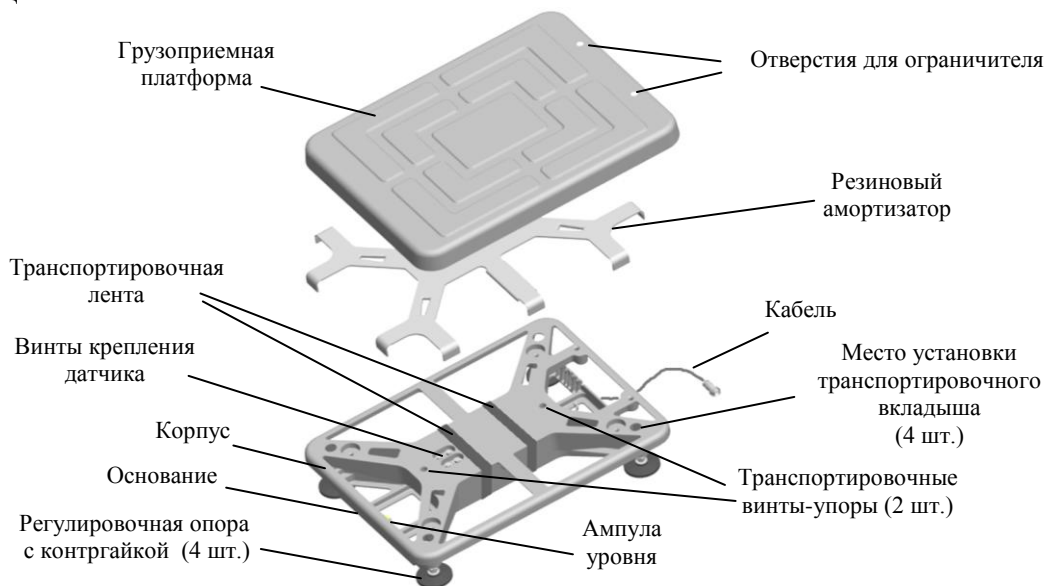
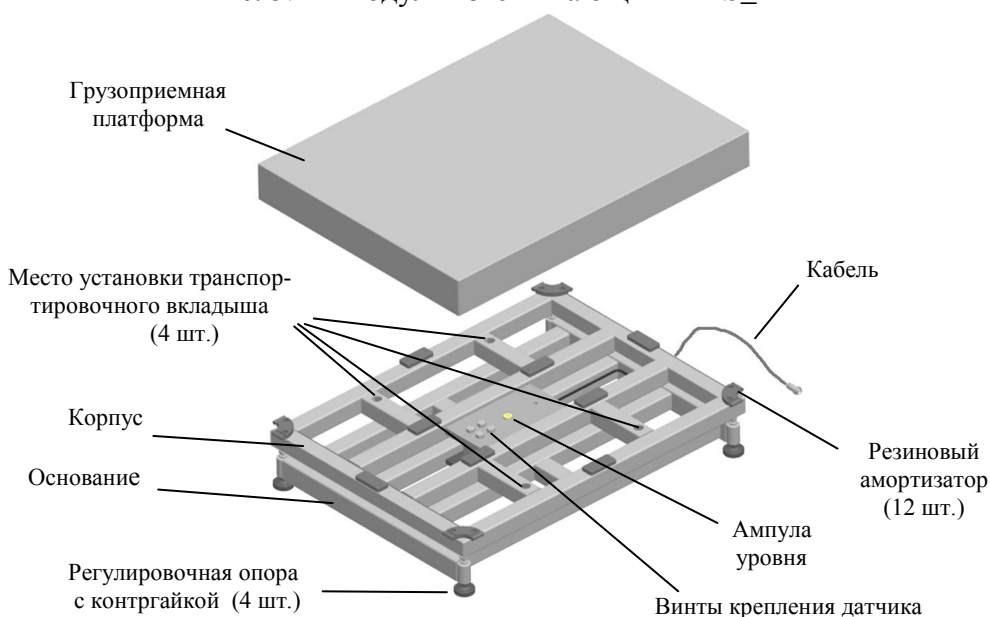

Рис. 5.1 - Модуль взвешивающий ТВ-S_
Рис. 5.2 - Модуль взвешивающий ТВ-M_
6.2 Снять грузоприемную платформу. Вынуть транспортировочные вкладыши (Рис. 5.1, Рис. 5.2).
5.5 Установить весы на твердой ровной поверхности. При помощи регулировочных опор выставить весы по ампуле уровня таким образом, чтобы пузырек воздуха находился в центре ампулы. При необходимости, затянуть контргайки регулировочных опор (Рис. 5.2).